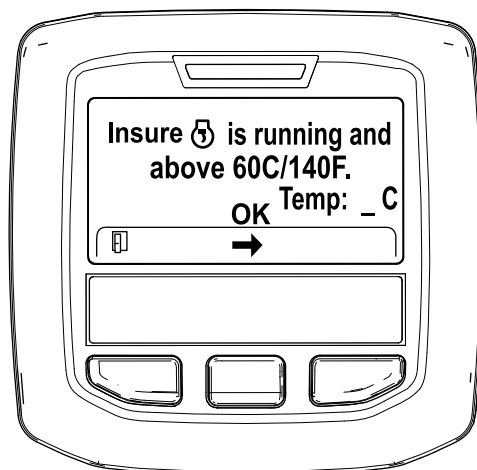

Figura 33
- Si la temperatura del refrigerante se encuentra por debajo de 60 °C (140 °F) aparece el mensaje "Insure ☺ is running and above 60C/140F" (Asegúrese de que está funcionando y por encima de 60 °C/140 °F). (Figura 33).